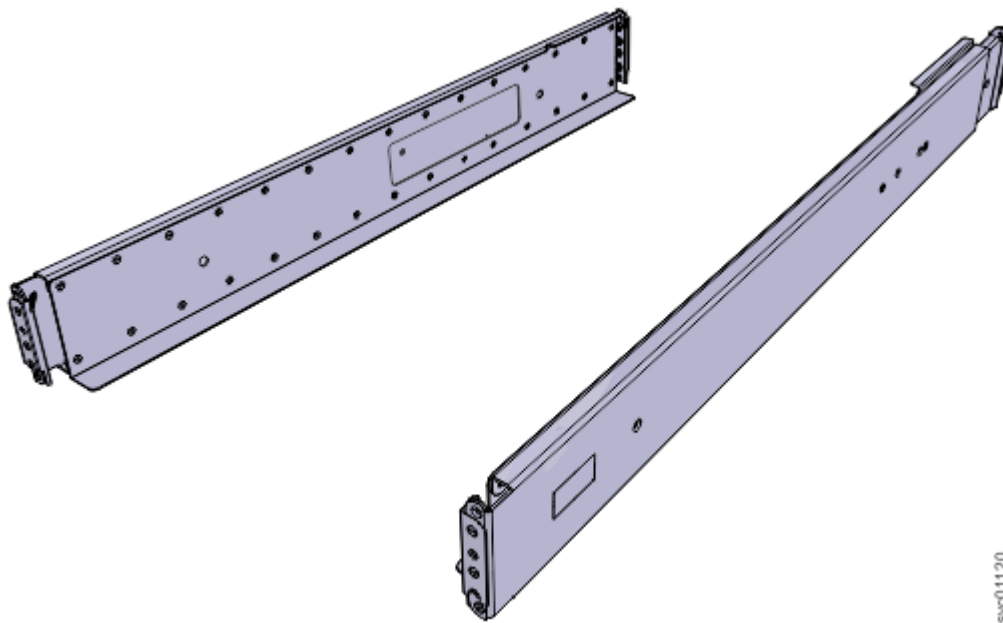

Figura 1. Trilhos de suporte do gabinete de controle
1. Localize os trilhos do gabinete de controle (Figura 1 na página 14).